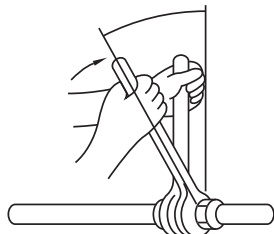

Fig. 5-9
- Breng een dun laagje koelolie aan op het verbindingsvlak van de leiding. (Fig. 5-9)